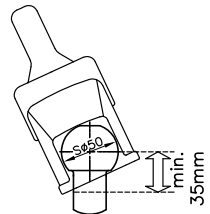

Bild 1: Kugelstange Zugfahrzeug
1.3 Die Zugkugelkupplung WS 3000/3500 kann nur zusammen mit Kupplungskugeln nach DIN 74058 / ISO 1103 eingesetzt werden, wenn der Kugelhalb im Bereich von 35 mm frei von Anbauteilen ist. (Bild 1) (statt 32 mm nach DIN 74058 / ISO 1103).